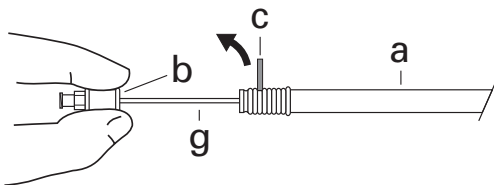

Fig. 5
3. Håll stadigt fast fattningen (b) på metallkanylen (g). För utplacering av stenten ska det röda säkerhetslåset (c) avlägsnas. (Fig. 5)